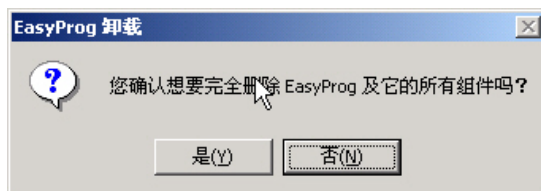

图 2-7
- ① 执行【开始】|【程序】中 EasyProg 快捷方式组中的【卸载 EasyProg】命令，将开始卸载过程。如图 2-7 所示。